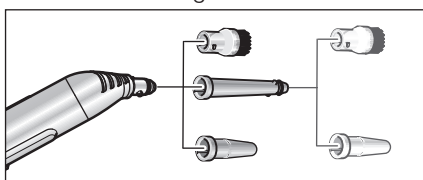

Fig. 6: Reentrâncias para bocal puntiforme
- Para aumentar a capacidade de limpeza ao trabalhar com o bocal puntiforme (D1) pode ser utilizado com a extensão (D2), com a escova redonda (D3) ou com o bocal de potência (D4) (ver Fig. 6). Alinhe as duas reentrâncias com as linguetas do bocal puntiforme. Gire a escova redonda no sentido do relógio até o encaixe.